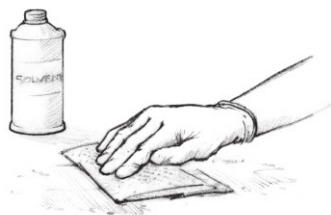

Figure 6 Nettoyez la surface. Utilisez un solvant, si nécessaire, pour enlever tout ce qui est contaminé.
1. **Propre** — Les surfaces de collage ne doivent pas avoir des contaminants comme la graisse, huile, cire ou moisissure. Nettoyez les surfaces contaminées avec un diluant pour laque, acétone ou autre solvant approprié (Figure 6). Essuyez la surface avec du papier absorbant avant que le solvant ne sèche. Nettoyez les surfaces avant de poncer pour ne pas poncer le contaminant dans la surface. Suivez toutes les précautions de sécurité quand il s'agit de travailler avec des solvants.